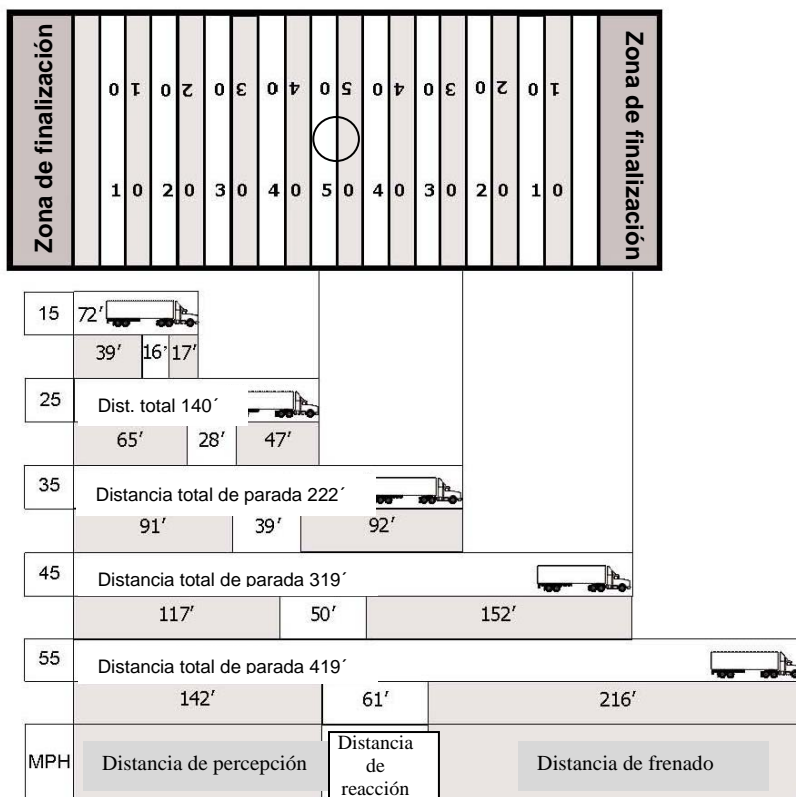

Figura 2.11
**Distancia total de parada.** Es la distancia mínima total que su vehículo recorrerá, en condiciones ideales considerando todo, incluso la distancia de percepción, la distancia de reacción y la distancia de frenado, hasta que logra detener su vehículo completamente. A 55 mph (89 km/h), su vehículo recorrerá un mínimo de 419 pies (127 metros). Ver Figura 2.11.